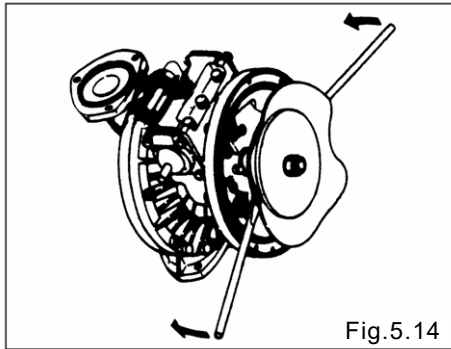

Fig.5.14
- Tome el disco central interior utilizando las palancas y desplácelo hacia el lado opuesto, luego dé vuelta el diafragma. (excluidos los tipos B_H, B_S) [Fig. 5.14, 5.15]